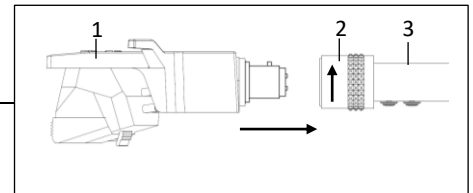

Abb. 2
Den Tonarmkopf wie nachfolgend beschrieben am Tonarm montieren: (Abb. 2)
1. Den Netzschalter (8) einschalten. Die LEDs und „33“ leuchten blau. (Abb. 2).
3. Am Drehschalter (11) die gewünschte Geschwindigkeit **33, 45, 78** wählen. Die gewählte Drehzahl wird per LED angezeigt.
1. Den Netzschalter (8) einschalten. Die LEDs und „33“ leuchten blau. (Abb. 2)
2. Platte auflegen, bei Singles den Zentrierpuck aufsetzen und die Plattengröße einstellen (19).
4. Den Halteclip an der Tonarmablage lösen und die Start-Taste (1) drücken.
6. Der Abspielvorgang kann jederzeit mit der STOP-Taste (2) beendet werden. Der Tonarm kehrt zurück zur Tonarmablage. Die LED blinkt.